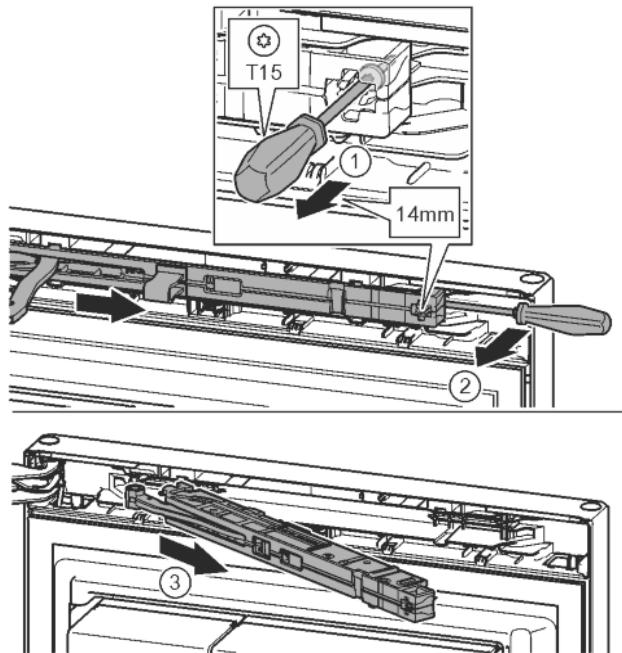

Fig. 15
- Odvijačem T15 otpustite vijak na jedinici prigušivača zatvaranja oko 14 mm. Fig. 15 (1)
- Umetnite odvijač na strani prianjanja iza jedinice prigušivača zatvaranja i okrenite prema naprijed. Fig. 15 (2)
- Izvucite jedinicu prigušivača zatvaranja. Fig. 15 (3)